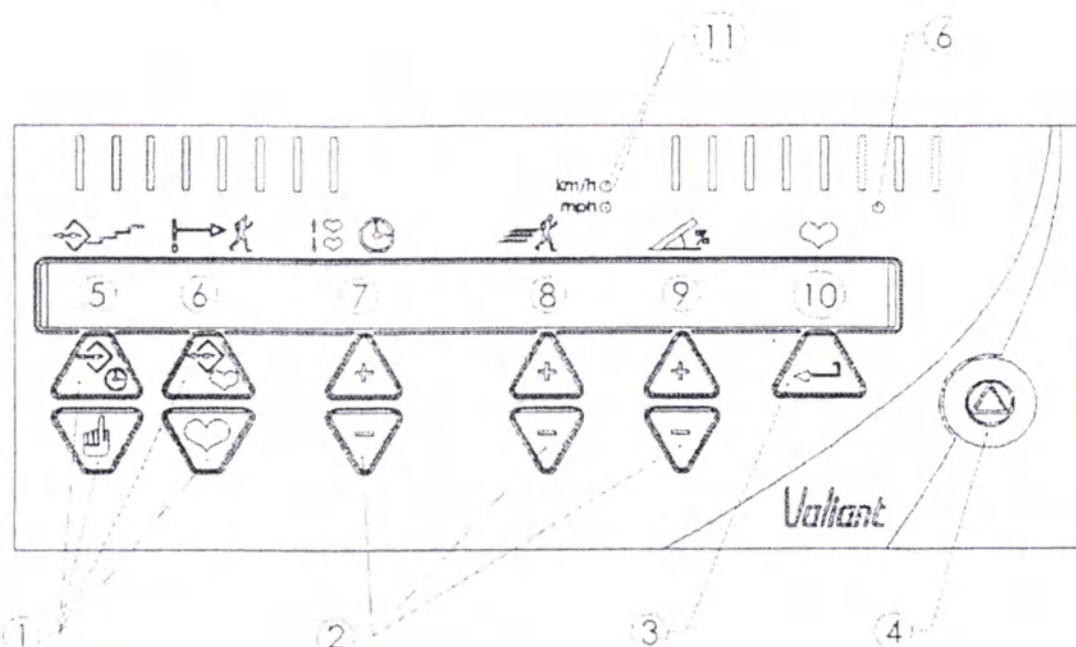

Рис. 3
4.5 Настройки системы (рисунок 3).....
4.5. Настройка системы (рисунок 3)